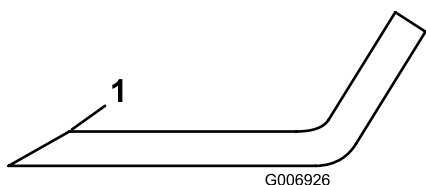

Figura 85
3. Inspeccione as extremidades de corte de todas as lâminas. Afie as extremidades de corte se estas apresentarem sinais de desgaste ou ranhuras. Afie apenas a zona superior da parte cortante e mantenha o ângulo de corte original para garantir um desempenho eficaz da lâmina (Figura 85). A lâmina mantém o equilíbrio se for retirada a mesma quantidade de metal de ambas as partes cortantes.